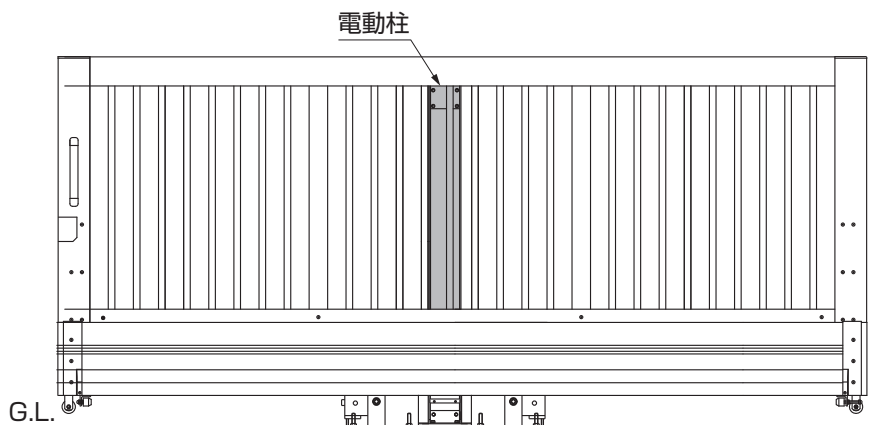

図8-4
- 戸車が片引き用受け台座の傾斜面に接しない場合は、本体ベースを電動柱に対して中央になるように戻してください。電動柱に対して、中央に戻さないと調整できません。(図8-4参照)